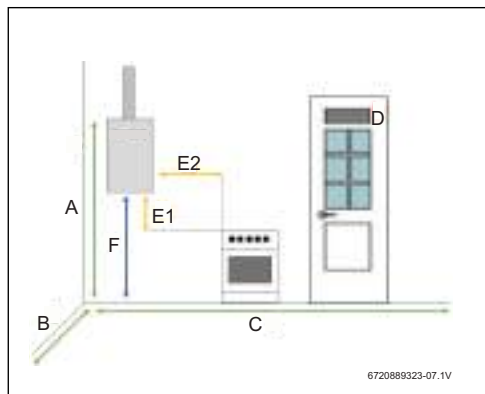

Fig. 11 Distancias mínimas
- ▶ Respetar las medidas mínimas de instalación indicadas en la Fig. 11.
- Garantizar un buen acceso para realizar los trabajos de mantenimiento respetando siempre las distancias mínimas indicadas en la Fig. 11.